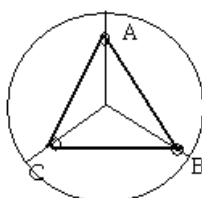
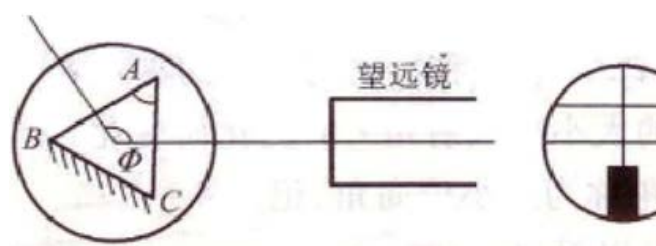

图 7 三棱镜在载物台上的正确放法
图 8 测三棱镜 A
调节方法：调载物台的上下台面大致平行，将棱镜放到载物台上，调节时必须注意平面镜和三棱镜的放置位置。使棱镜的三个角对准平台下三螺钉（如图 7 所示），调载物台的上下台面大致平行。接通目镜光源，遮住从平行光管来的光。转动游标内盘（连同转动载物台）在望远镜中观察从侧面 AC 和 AB 反射回来的十字像，只调节载物台下三螺钉(用各半调节逐次逼近法)使其反射像都落到上十字线处，如图 8 所示。调节时，切莫动望远镜仰角螺钉（为什么？）
2.测三棱镜的顶角 A：固定望远镜和刻度盘。转动游标盘，使镜面 AC 正对望远镜，见图 8。记下游标 1 的读数 $\theta_1$ 和游标 2 的读数 $\theta_2$ 。再转动游标盘，使 AB 面正对望远镜，记下游标 1 的读数 $\theta_1'$ 和游标 2 的读数 $\theta_2'$ 。同一游标两次读数之差 $|\theta_1 - \theta_1'|$ 或 $|\theta_2 - \theta_2'|$ ，既是载物台转过的角度 $\Phi$ ， $\Phi = \frac{1}{2}(|\theta_1 - \theta_1'| + |\theta_2 - \theta_2'|)$ 而 $\Phi$ 是 A 角的补角， $A = \pi - \Phi$ 。